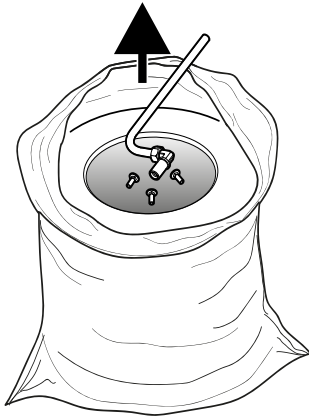

Fig. 22
10. Flachrundschraben und Luftleitung aus der Filterpatrone herausnehmen, **Fig. 22**, zur Wiedermontage am neuen Patronenfilter aufbewahren.